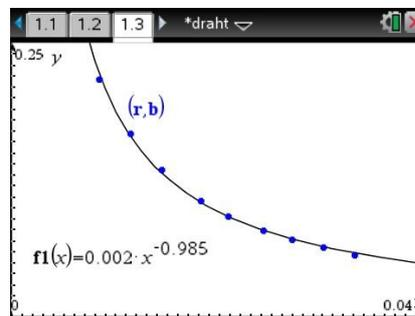

Bild 2.4
2. Nach Durchführung einer Potenzregression den Regressionsgraphen und die korrigierten Messdaten gemeinsam darstellen (Bild 2.4).
3. Die Antiproportionalität wird recht gut bestätigt, ebenso wie der Koeffizient vor  $1/r$ , denn er hat bei  $I = 10$  A auch rechnerisch den Wert  $0,000002 \text{ T}\cdot\text{m} = 0,002 \text{ mT}\cdot\text{m}$  (Bild 2.4).